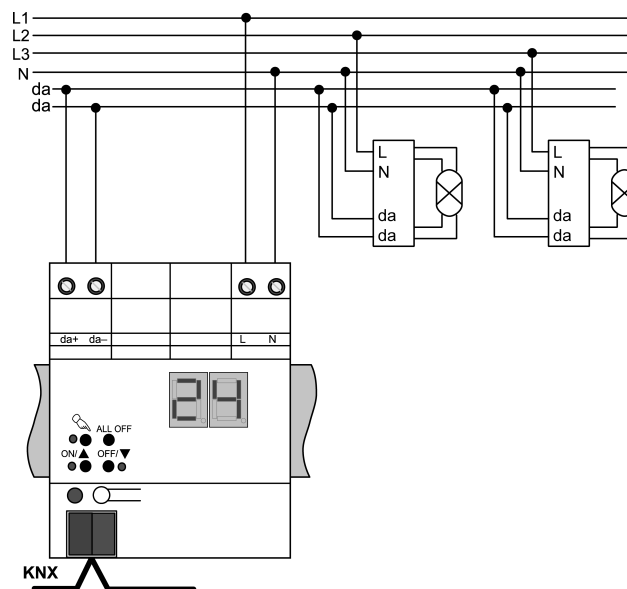

Imagen 2
- Conectar el dispositivo según el ejemplo de conexión (Imagen 2).